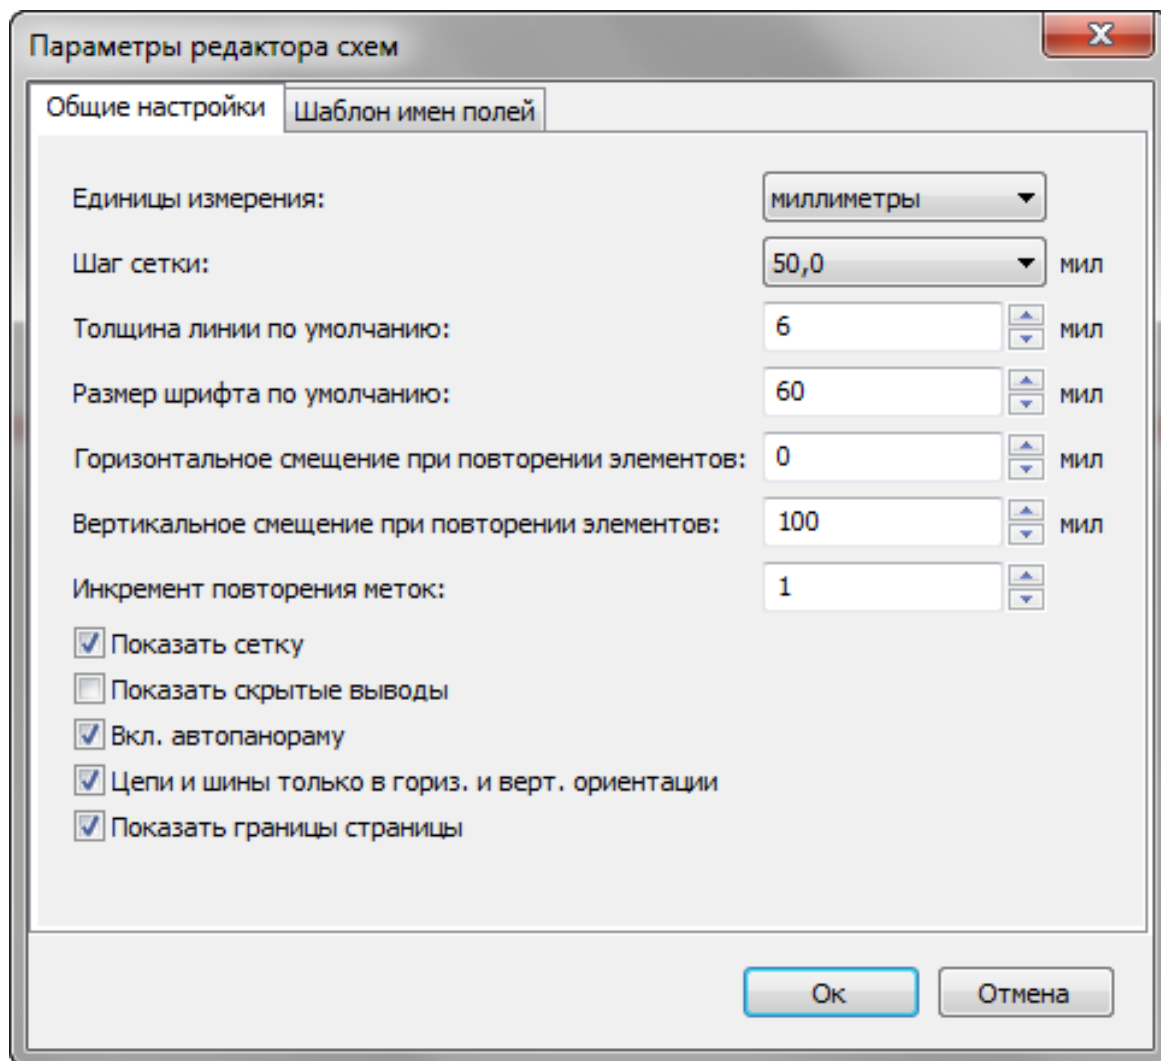

Рис. 9. Окно «Настройки/Параметры/Общие настройки»
Команда «Настройки/Цвета» позволяет задать желаемые цвета для различных видов информации. Команда «Настройки/Параметры» служит для задания параметров координатной сетки и режима отображения отдельных частей схемы (рис.9).
Установите параметры, как показано на рис. 9: единицы измерения (миллиметры); шаг сетки (50 мил = 1,27 мм = 0,05"); толщина линии по умолчанию (6 мил); размер шрифта по умолчанию (60 мил); горизонтальное смещение при повторении элементов (0 мил); вертикальное смещение при повторении элементов (100 мил); инкремент повторения меток (1).